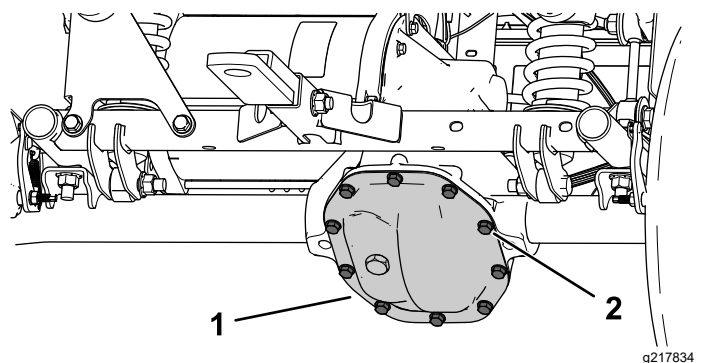

Figure 51
1. Placez un bac de vidange sous la protection de la boîte-pont (Figure 51).
2. Retirez les boulons de la protection de la boîte-pont et vidangez tout le liquide (Figure 51).